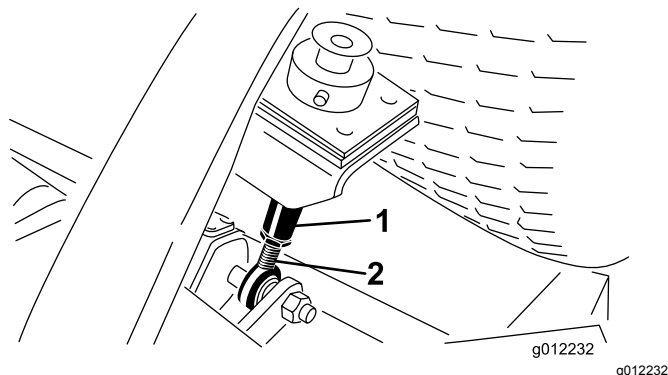

Figura 12
8. Desaperte as porcas de retenção na parte inferior das barras da altura de corte (Figura 12).